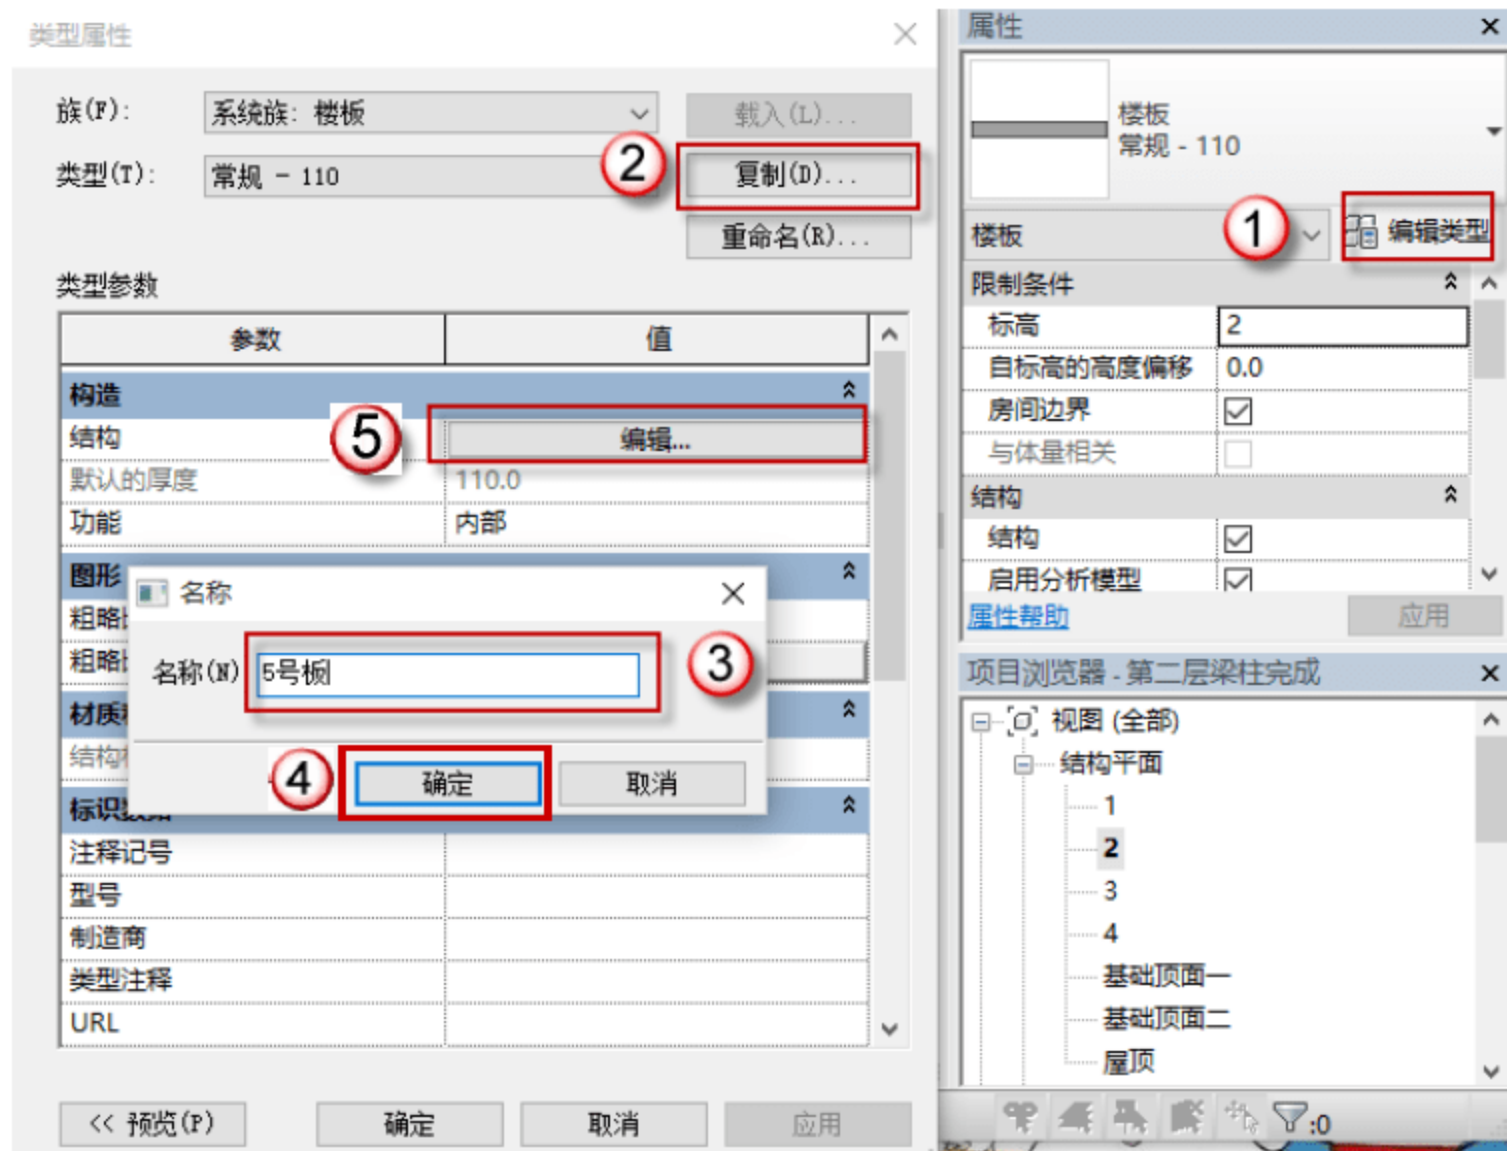

图 4.3.10 设置 5 号板参数
- (10) 设置 5 号板参数，按快捷键 S+B，进入编辑模式，单击“编辑类型”按钮，在弹出的对话框中单击“复制”按钮，再在弹出的对话框中命名板号，单击“确定”按钮。单击“编辑”按钮设置参数，将板厚设置为 110，如图 4.3.10 所示。